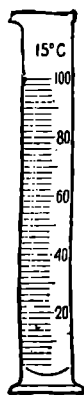

Рис. 91.
■ **Опыт 2.** Возьмите в один измерительный цилиндр, или *мензурку* (рис. 91), раствор едкого натра, наполнив мензурку до верхнего деления, в другую мензурку тоже до верхнего деления налейте раствор соляной кислоты.¹